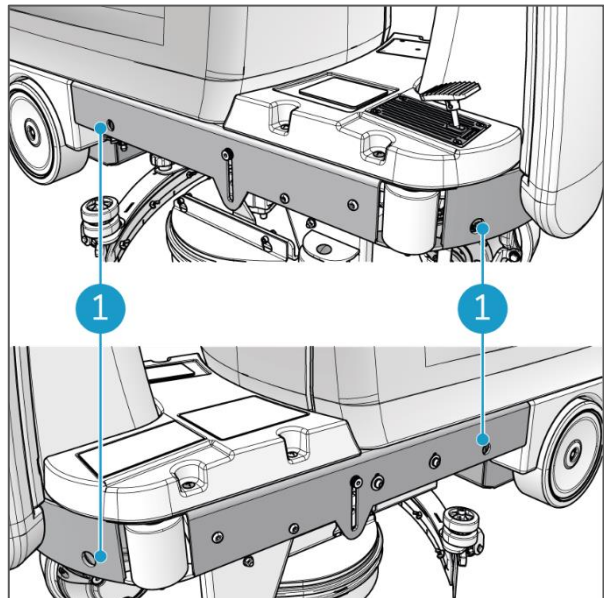

Figura 10
9. Fissare la macchina utilizzando cinghie o funi attraverso i 4 fori presenti nel telaio (Figura 10, pos 1).